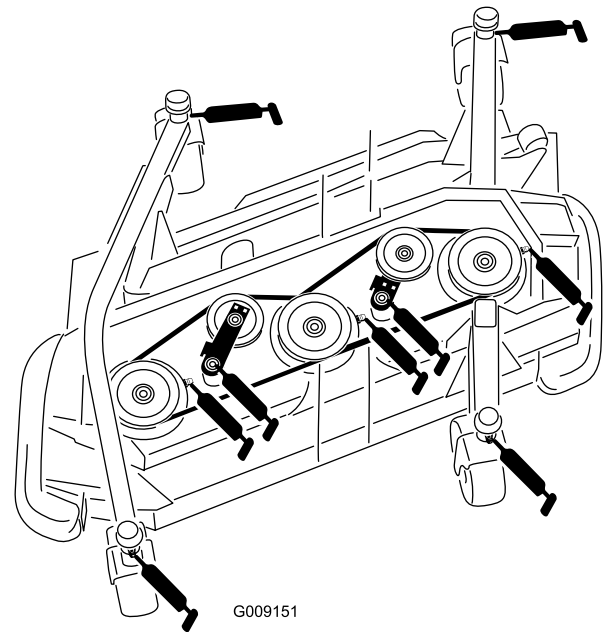

Figura 91
- 4 casquilhos de eixo da forquilha da roda giratória (Figura 91)
- 3 rolamentos do eixo (localizados na cobertura do eixo), conforme se mostra na Figura 91
- 2 casquilhos da articulação do braço intermédio (localizados no eixo da articulação intermédia), conforme se mostra na Figura 91